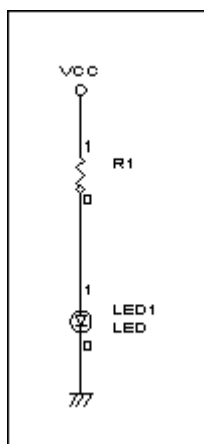

図1
1. 一番多く使われているのは、図1の回路です。電池の電圧が落ちてくると明るさと共に消費電流も少なくなりま
上：図1 下：図2
例えば、図1は、LEDを1個点灯で、電源は3Vの40mAで、LEDには21mA流れます。